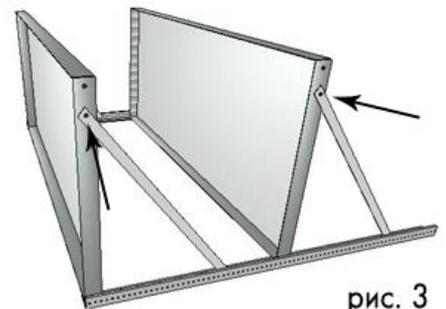

рис. 3
4. После выполнения этих операций во второе от переднего края полки отверстие крепится планка-полкодержатель (рис. 3).